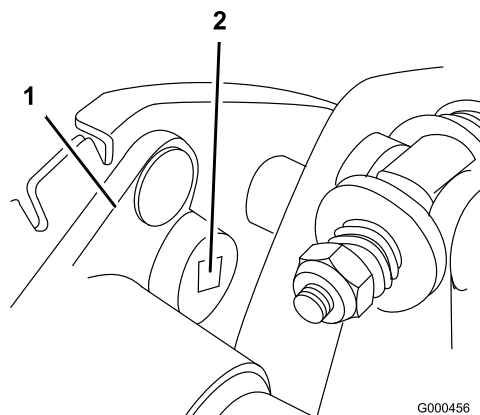

Figure 36
- B. À l'aide d'une clé dynamométrique de 3/8 pouce, tournez le logement de roulement avec un couple de 4-4,5 Nm pour obtenir la tension voulue (Figure 36)